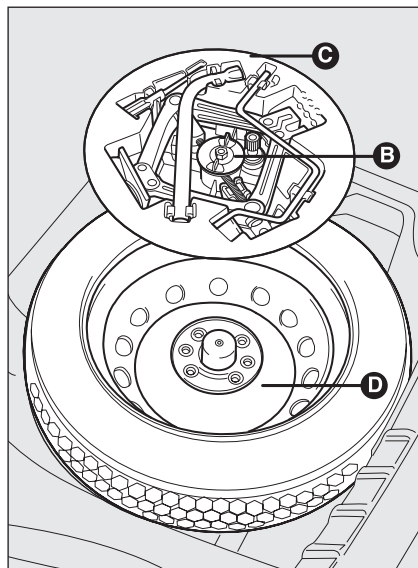

fig. 3
- svitare il dispositivo di bloccaggio **B**-fig. 3;